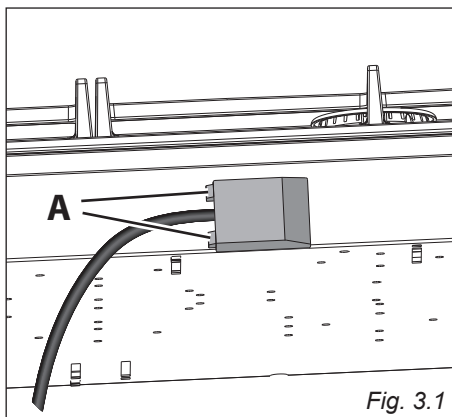

Fig. 3.1
- Détacher le couvercle du bornier, en introduisant un tournevis dans les deux crochets "A" (fig. 3.1).